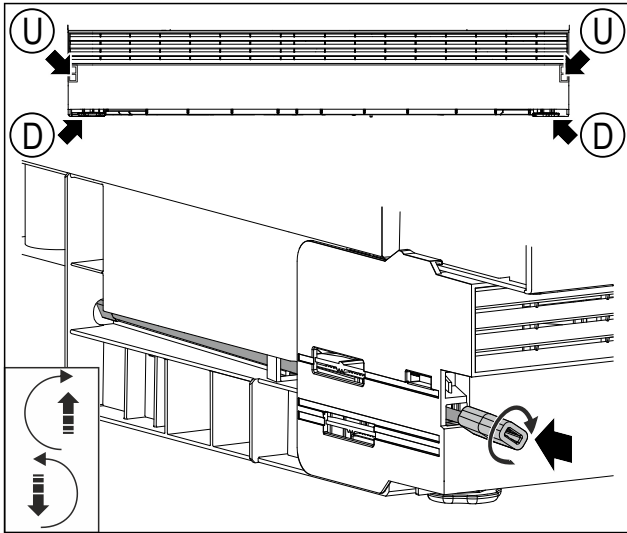

Fig. 25 Reprezentare exemplificatoare
- Introduceți bara cu piesa adaptoare în deschizătura Fig. 25 (U).